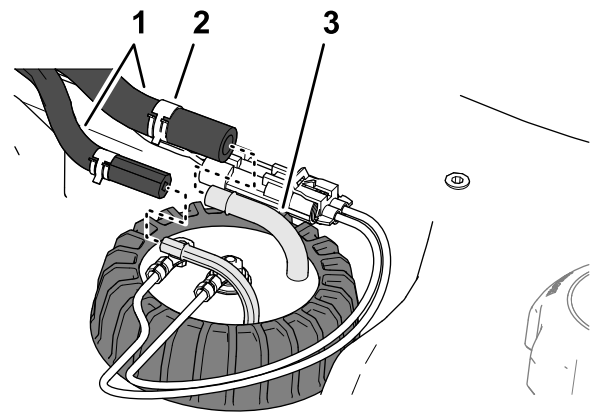

Figura 91
5. Monte o tubo nas uniões da alimentação de combustível e fixe os tubos às uniões com as abraçadeiras (Figura 91).